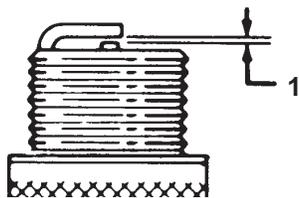

Bild 37
- Stellen Sie den Elektrodenabstand an der Zündkerze auf 0,76 mm ein, wie in Bild 37 dargestellt.